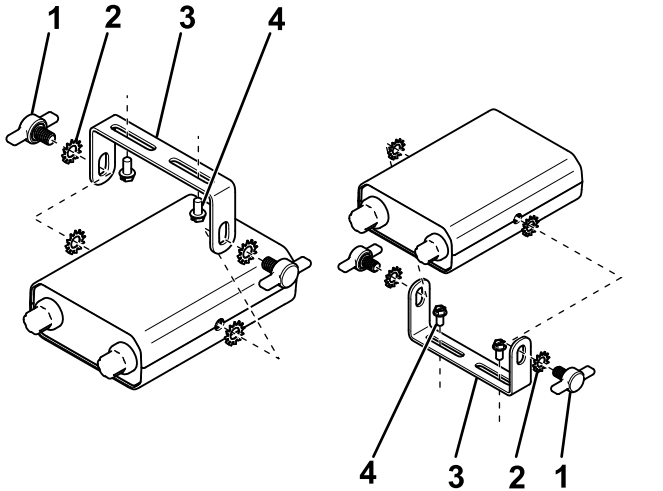

Figura 14
1. Monte el soporte de montaje en el vehículo con 2 tornillos de chapa (Figura 14).
2. Sujete el controlador al soporte de montaje usando 4 arandelas de estrella y 2 tornillos moleteados (Figura 14).